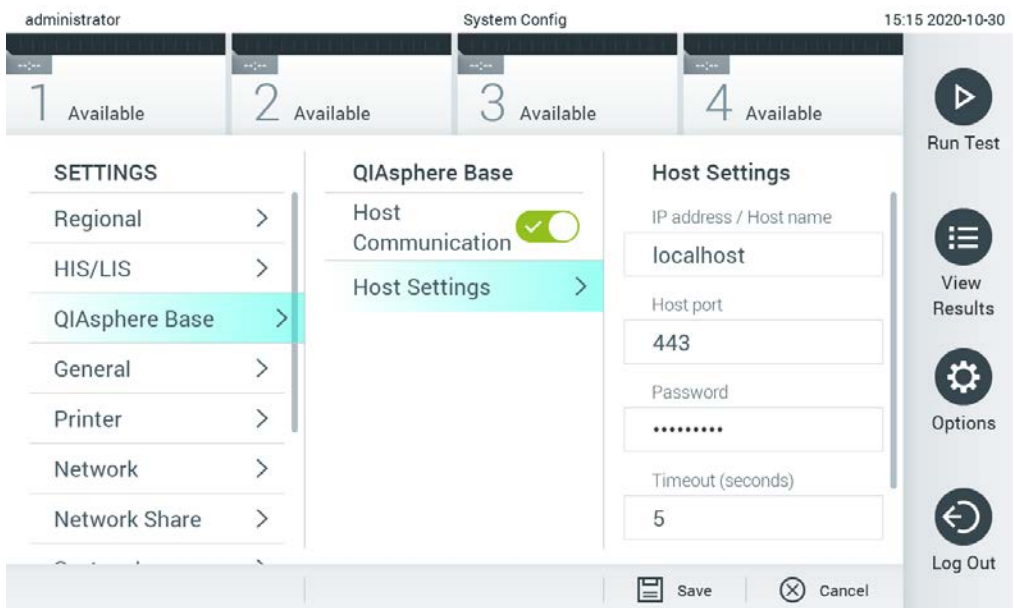

Figura 66. Configurarea conexiunii cu QIASphere Base
2. Selectați **QIASphere Base** din lista de setări din coloana din stânga (Figura 66).